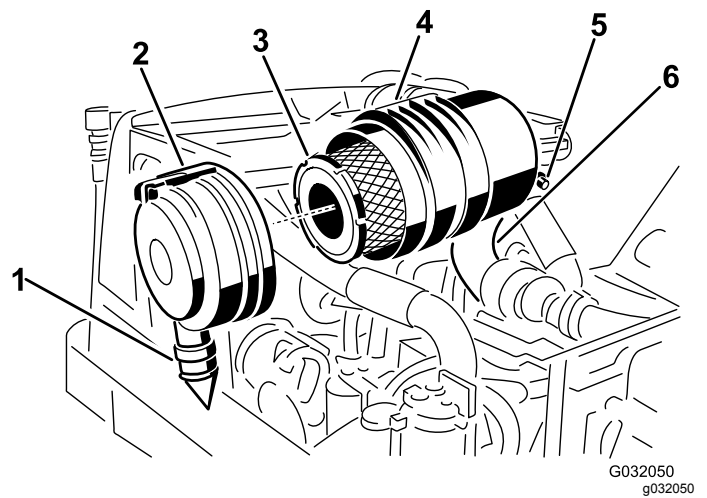

図 45
3. 主フィルタを交換する 図 45。
7. アウトレットバルブが下向き後ろから見たとき、時計の5時と7時の間になるようにカバーを取り付けてラッチを掛ける 図 45。
2. 主フィルタを外す 図 45。